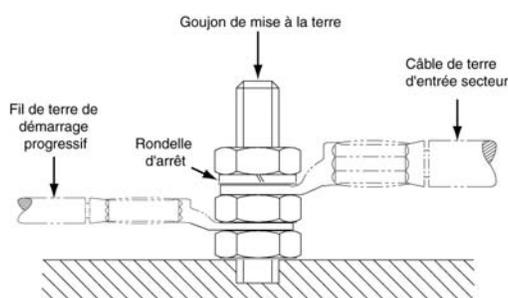

Figure 24 Détails relatifs à la connexion à la terre
6. Attachez et fixez l'écrou de terre au piquet de terre (cf. Figure 24).